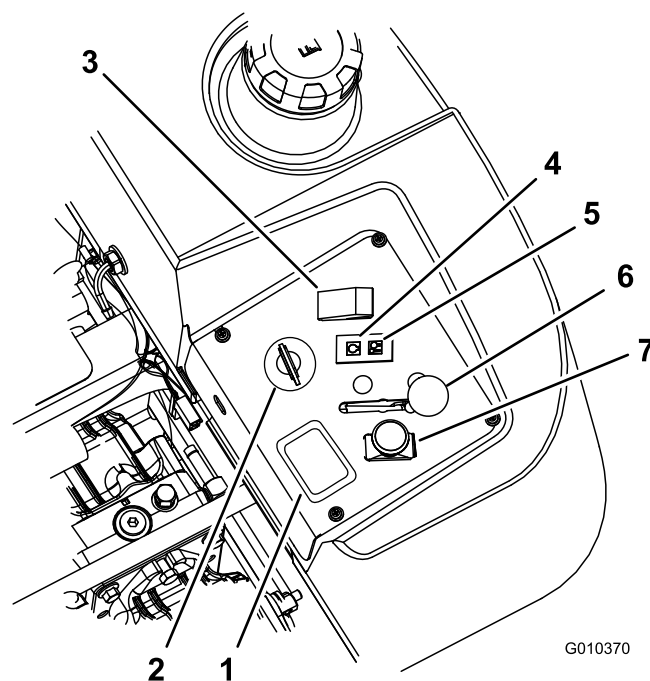

Figura 12
4. Disinserite la presa di forza (posizione Off) (Figura 12).